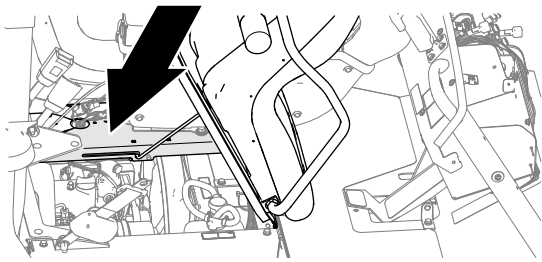

Figura 82
1. Incline el asiento del pasajero hacia adelante para tener acceso a la base de la consola (Figura 82).